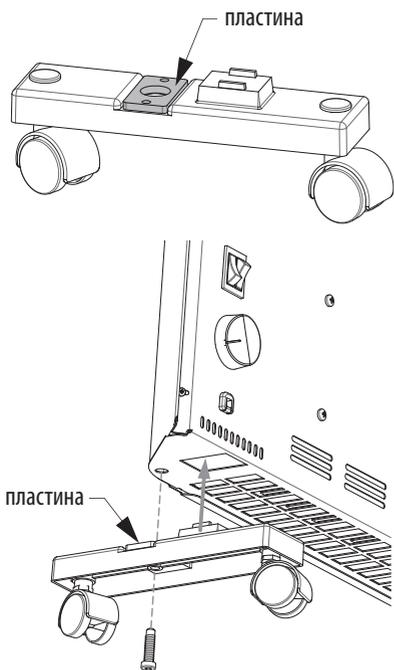

Рисунок 4.
6.2. Для эксплуатации конвектора установите колёсные опоры на корпус. Процесс установки показан на рис. 4.